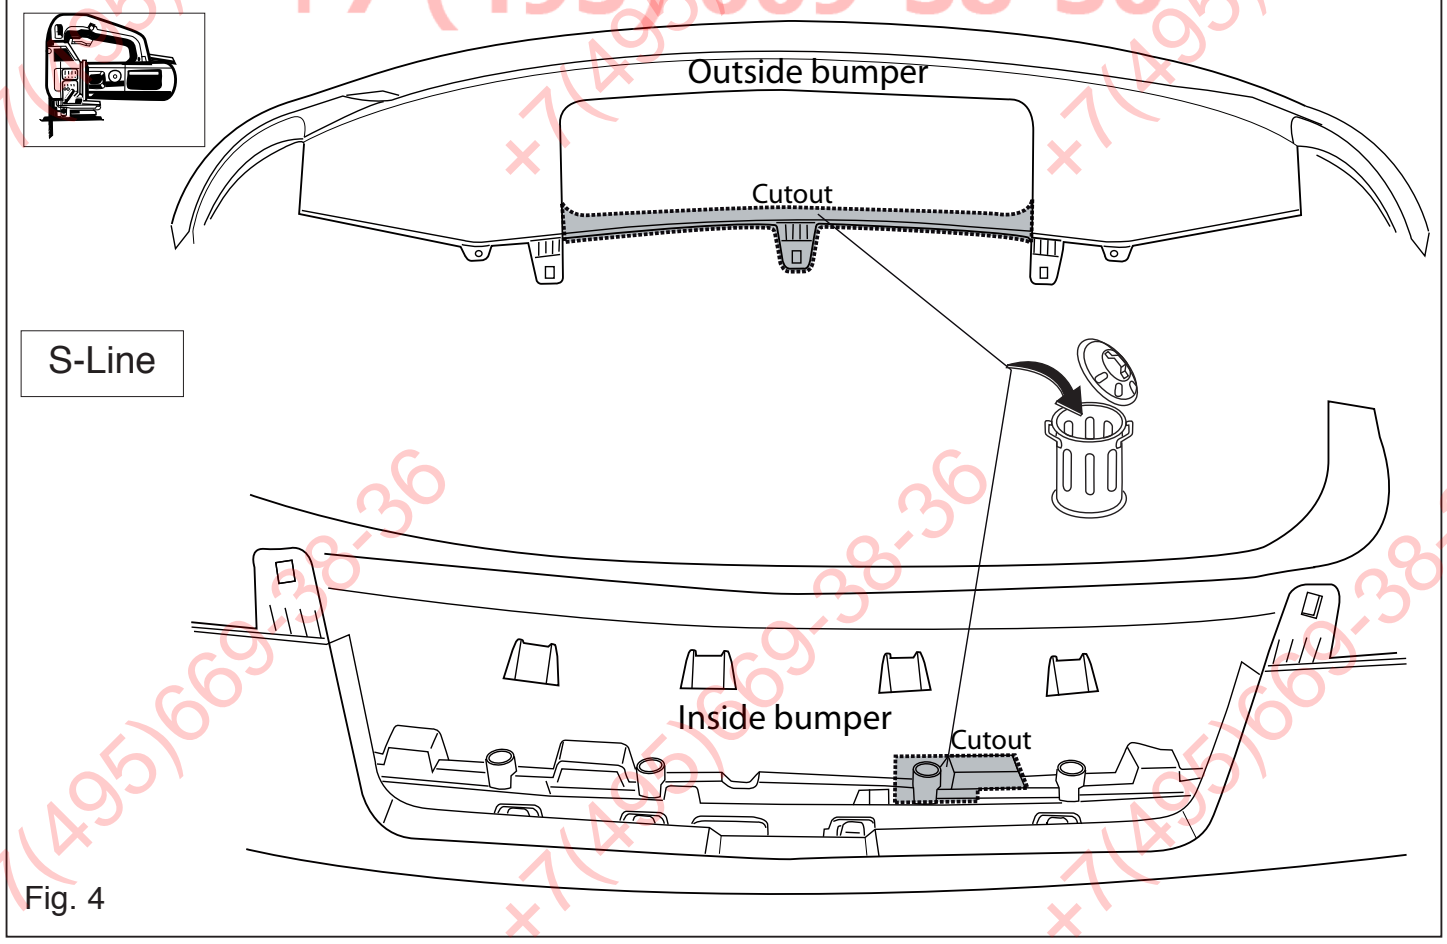

Fig. 4
8. **S Line:** Saw out the portions as indicated in fig. 4.
8. **S Line:** Gemäß Abb. 4 die angegebenen Teile heraussägen.